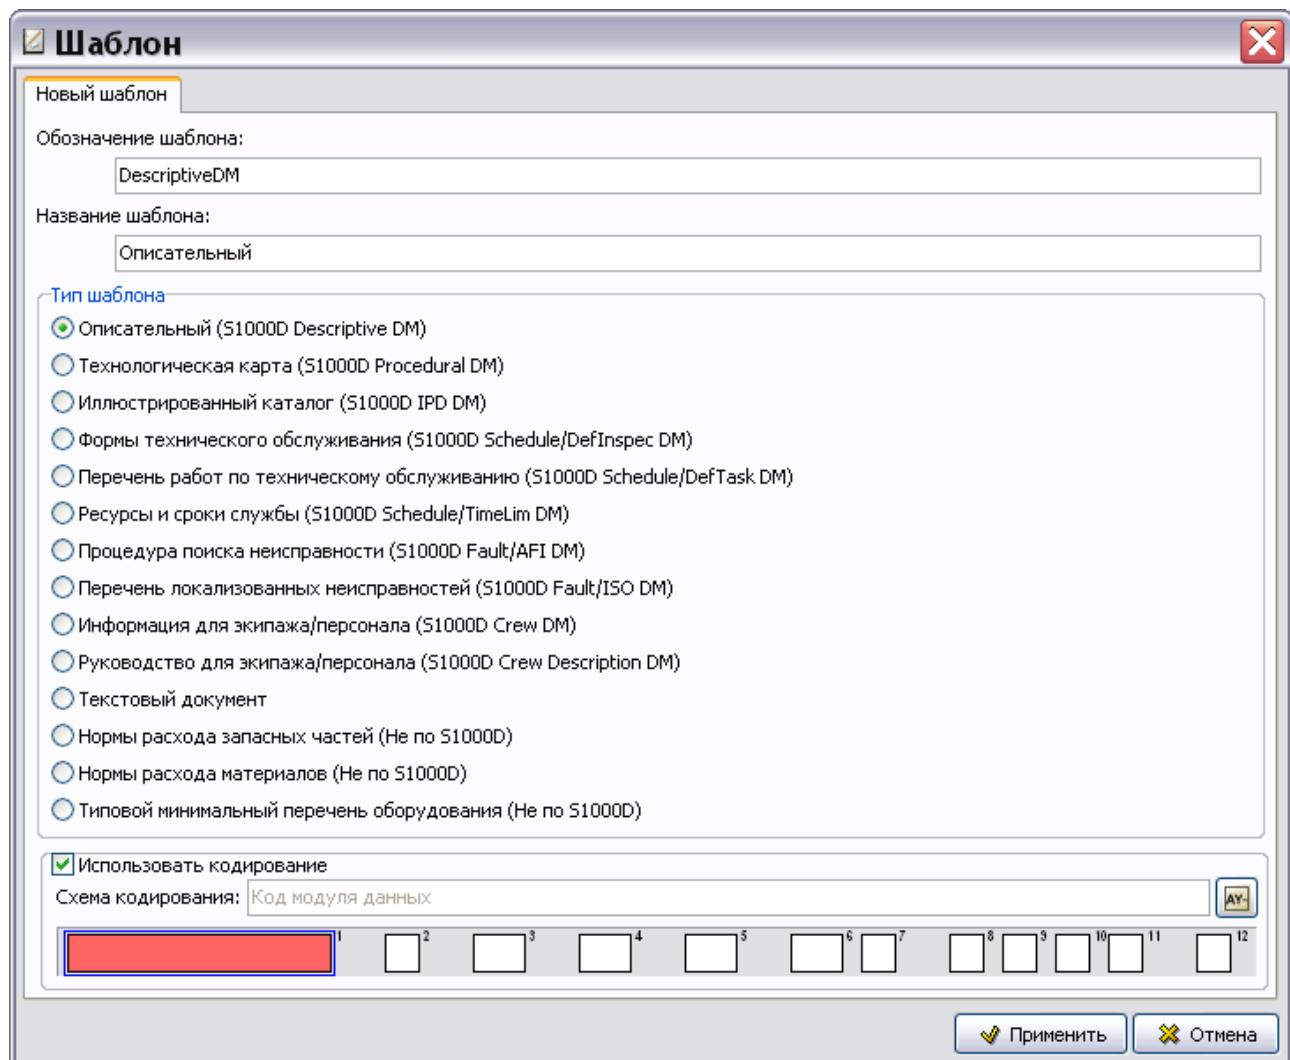

Рис. 3.4
4. Нажмите на кнопку  **Применить**. После этого произойдёт возврат в диалоговое окно **Шаблон** (Рис. 3.4).